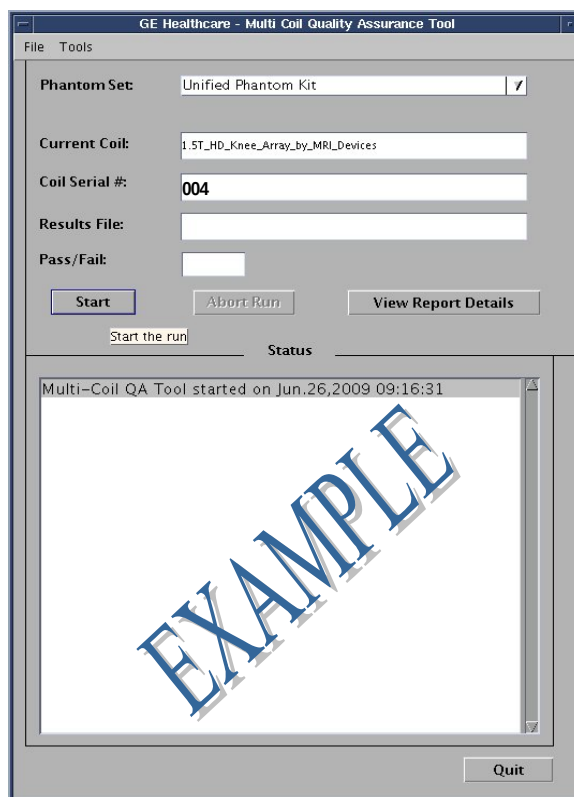

图 3
当前线圈字段将会自动填写（图 3），基于连接 LPCA 的线圈的线圈 ID。在 [Coil Serial #]（线圈序列号）字段中输入正在测试的线圈的序列号。
13. 单击 **[Start]**（开始）以开始自动测试，如图 3 所示。根据测试位置的数量（线圈的复杂性），该测试可能需要 3 到 5 分钟。